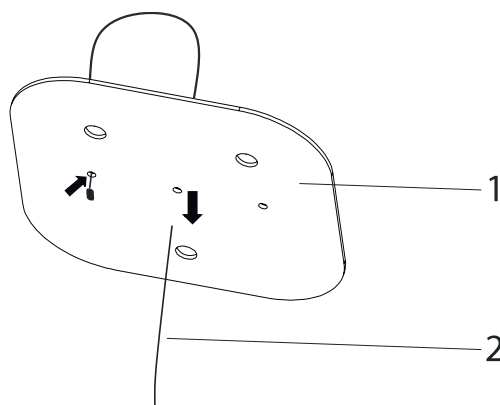

Fig. 18
3. ➡ Skub stålwiren igennem ophængningspladen som vist på figur (Fig. 18).